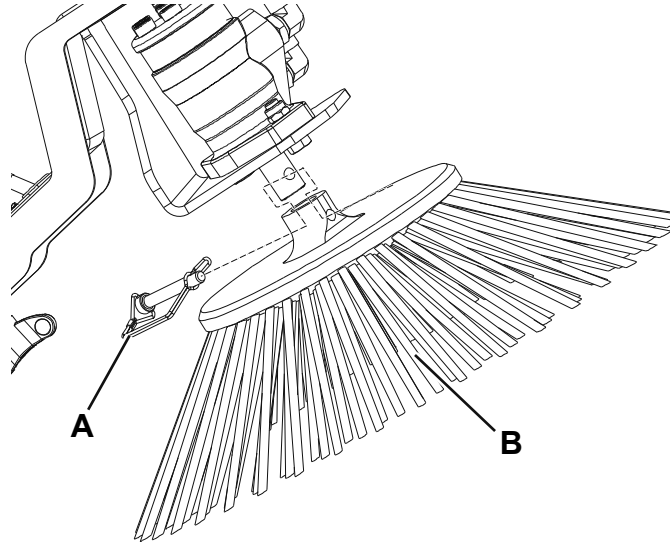

Figure 6
2. Dégager le dispositif de fixation pour extraire la goupille de blocage (A, Fig. 6) et enlever le balai latéral (B) de l'arbre moteur.
3. Faire glisser le nouveau balai sur l'arbre moteur, aligner le trou avec la goupille et insérer à nouveau la goupille de blocage (A).